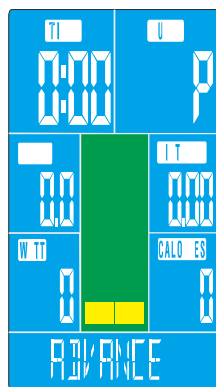
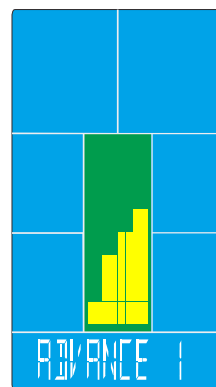

FIGUUR 9
FIGUUR 10
4. Als u kiest voor BEGINNER (Figuur 9), druk dan op MODE om het juiste niveau te selecteren, u kunt kiezen tussen BEGINNER 1~4 (Figuur 10). Druk op UP of DOWN om BEGINNER 1 te selecteren en druk